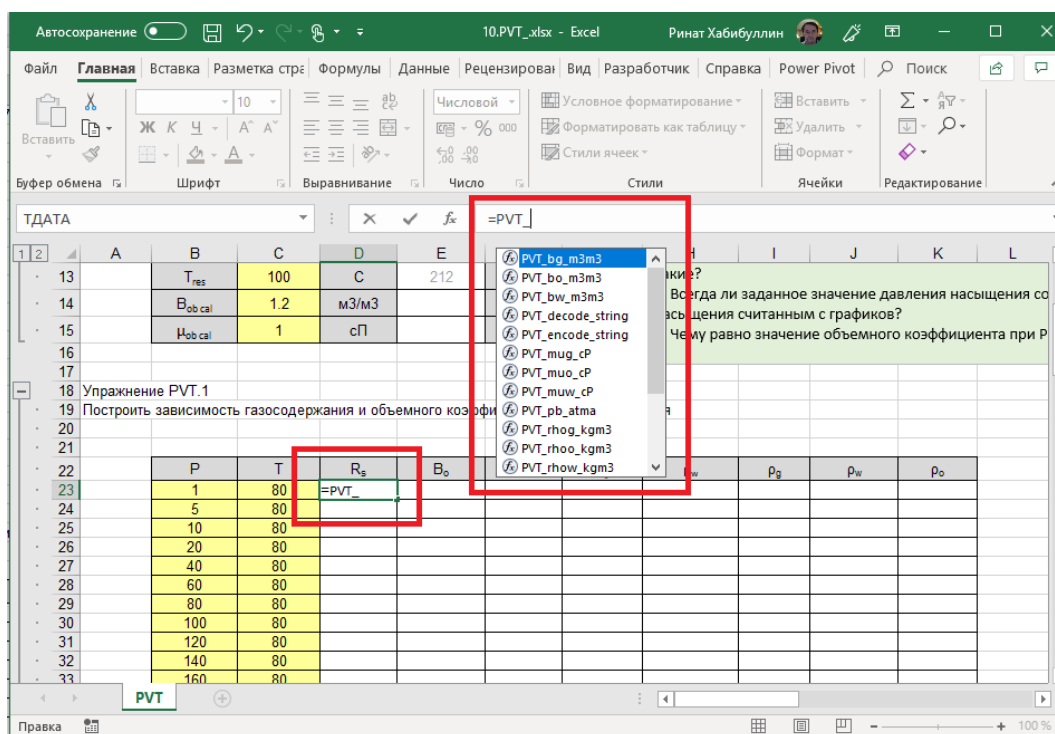

Рис. 1.2 — Выпадающий список с подсказками названий функции
3. Все названия функций Unifloc 7.25 VBA начинаются с префикса. Это позволяет быстро искать необходимые функции. При запущенной надстройке достаточно начать вводить в ячейку формулу, например ввести **=PVT** как Excel откроет выпадающий список с подсказкой, показывающий возможные варианты названий функций (смотри рис. 1.2).